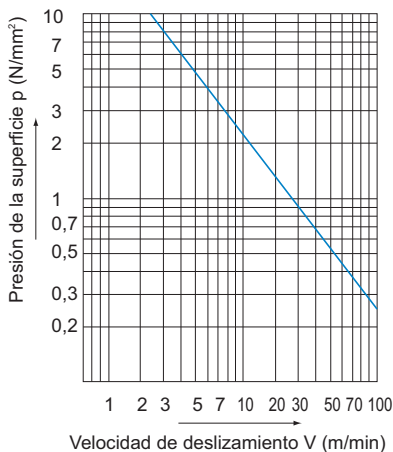

Fig.1 Valor pV
Con un cojinete deslizante, se utiliza un valor pV, que es el producto de la presión de la superficie de contacto (p) y la velocidad de deslizamiento (V), como un parámetro de medición para juzgar si el supuesto modelo puede utilizarse. Utilice el valor pV correspondiente indicado en Fig.1 como guía para seleccionar la tuerca para husillo madre. El valor pV también varía de acuerdo con las condiciones de lubricación.